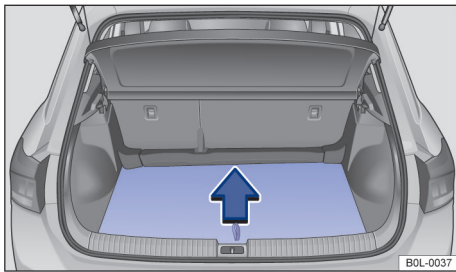

图 109 行李箱内：打开行李箱底板
- 抓住行李箱底板上的环形拉手 → 图 109 并抬起行李箱底板。